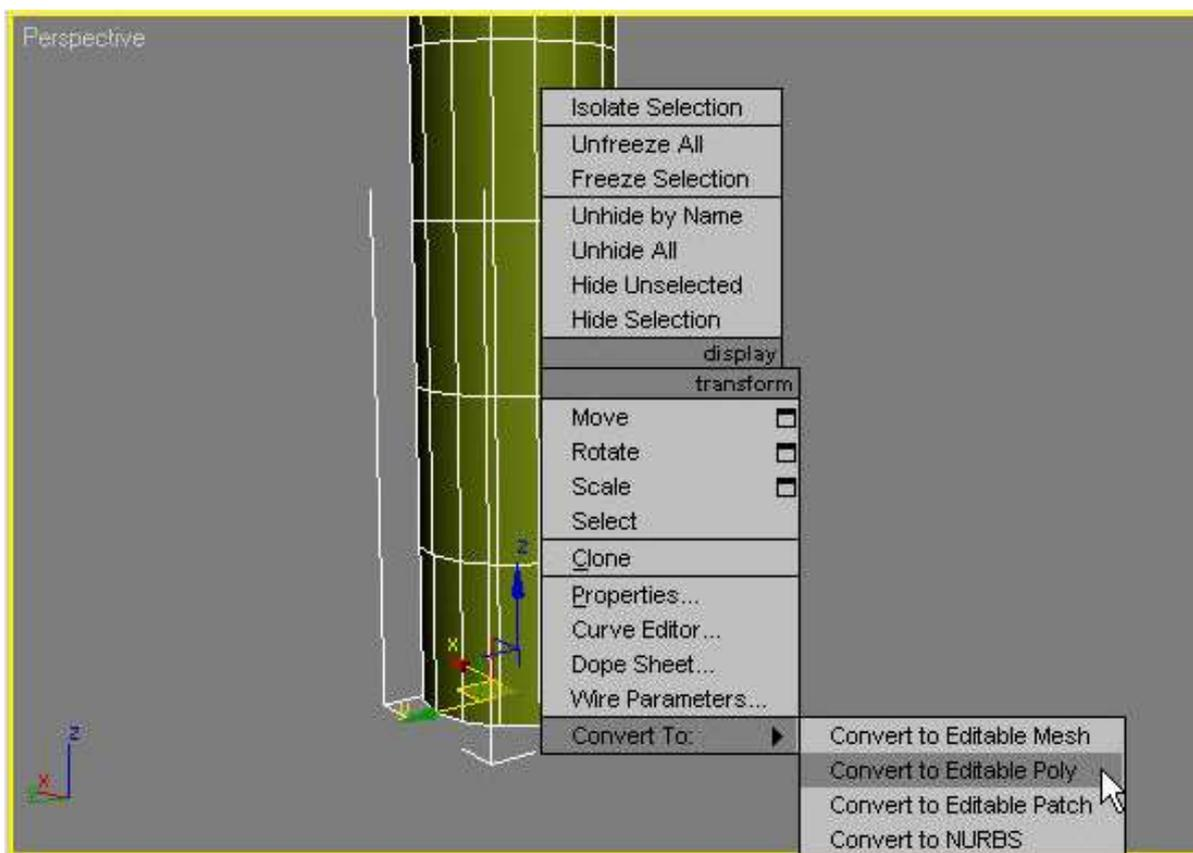

Рис. 39 – Выбор в контекстном меню команды **Convert To** → **Convert to Editable Poly** (Преобразовать → Преобразовать в редактируемую полигональную поверхность)
4. Теперь создадим крестовину, которая придаст конструкции устойчивость. Для этого при помощи команды Extrude (Выдавливание) выдавим полигоны в нижней части цилиндра. Чтобы можно было изменять форму штатива, конвертируйте объект в **Editable Poly** (Редактируемая полигональная поверхность). Для этого щелкните правой кнопкой мыши на объекте и выполните команду **Convert To** → **Convert to Editable Poly** (Преобразовать → Преобразовать в редактируемую полигональную поверхность) (рис. 39).